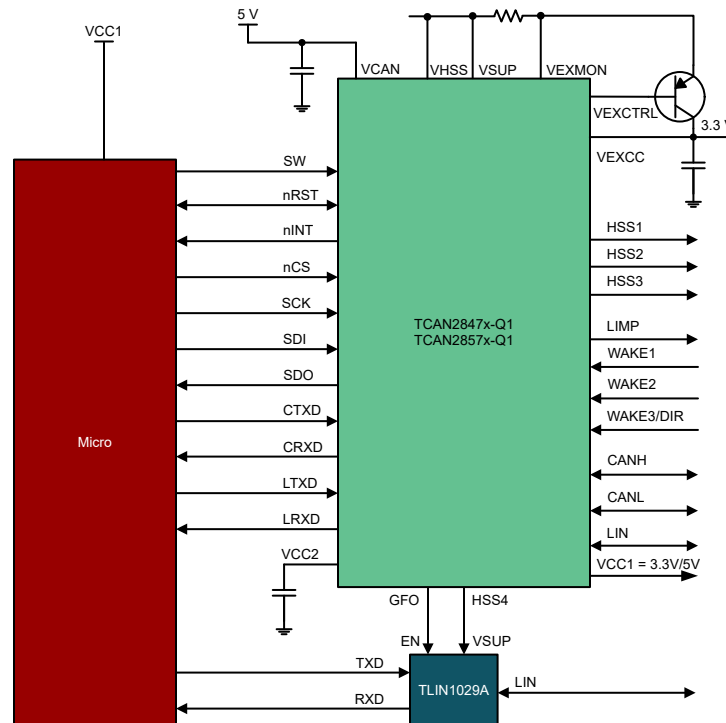
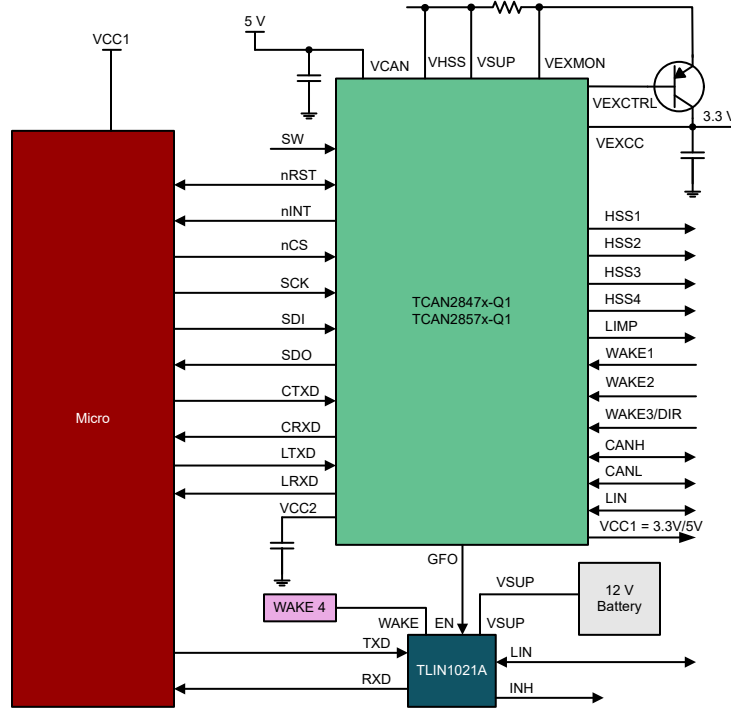

図 10-3. チャネル拡張シンプル LIN トランシーバ
図 10-4. チャンネル拡張強化 LIN トランシーバ
- TCAN2847x-Q1 を LIN トランシーバと組み合わせて使用することで、1 つの CAN FD トランシーバと 2 つの LIN トランシーバを構成できます。図 10-4 を参照してください
図 10-3 および 図 10-4 に、TCAN2845x-Q1 または TCAN2847x-Q1 が外部 LIN トランシーバを制御する方法の概略図を示します。どちらの図にも、トランシーバに電力を供給するハイサイドスイッチ (HSS) が示されています。TCAN284x-Q1 がスリープモードになると HSS はオフになり、トランシーバへの電源がオフになります。これが望ましくない場合は、トランシーバ VSUP をデバイスと同じ VSUP 電源に接続できます。LIN トランシーバを制御するようにデバイスを構成するには、以下のレジスタとビットを構成する必要があります。